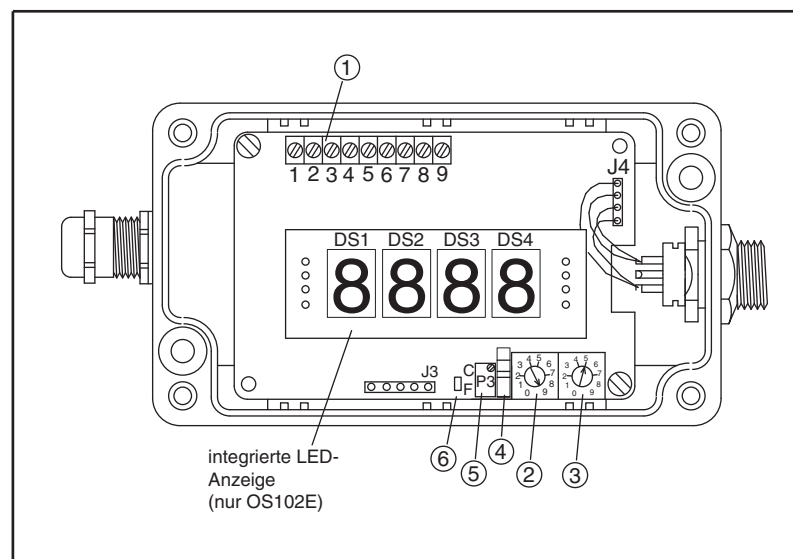

Abbildung 3-1. Hauptplatine
Abbildung 3-1 zeigt die Hauptplatine mit ihren wesentlichen Komponenten:
- ✓ Der Schiebeschalter (SW1) auf der Hauptplatine ist auf den Messbetrieb eingestellt (Abb. 3-1).
- ✓ Der Emissionsfaktor wurde auf der Hauptplatine korrekt eingestellt (Abb. 3-1).